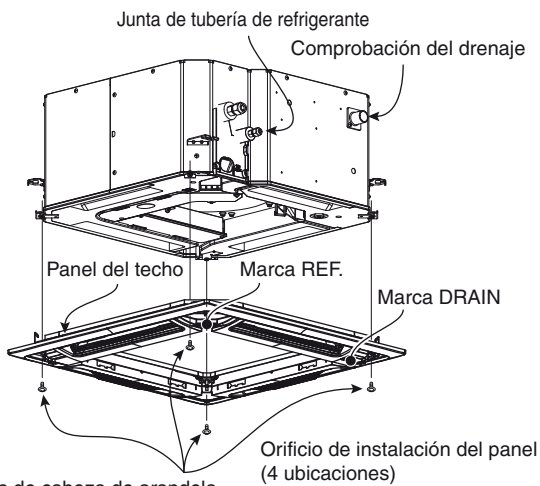

Fig. 7-8
- (2) Alinee los orificios de instalación del panel y los orificios para tornillos de la unidad.
- (3) Apriete los tornillos de cabeza de arandela suministrados en los 4 lugares de instalación del panel de forma que el panel quede firmemente fijado a la unidad. (Fig. 7-8)